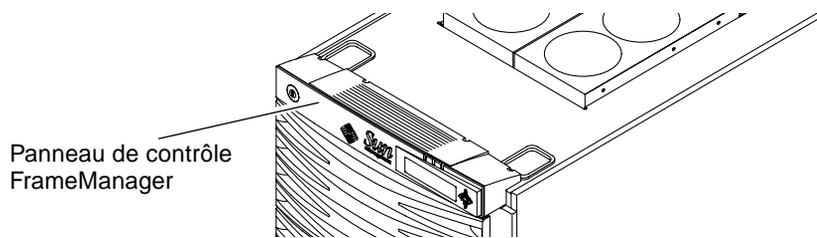

**FIGURE 2-13** Emplacement des interrupteurs du système Sun Fire 6800
- b. **Mettez les interrupteurs de CA des RTU, situés à l'avant et à l'arrière du système, en position off** (FIGURE 2-13).
**4. Mettez les interrupteurs RTS en position on (FIGURE 2-13).**
**5. Mettez les interrupteurs du boîtier d'alimentation en CA en position on (FIGURE 2-13).**